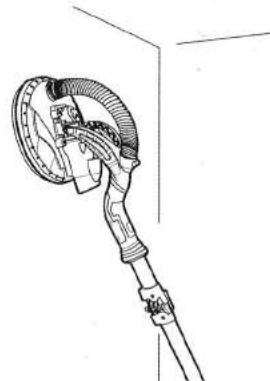

Рис. 15
- > Приложите немного давления к рабочей части прибора, чтобы наждачная бумага могла коснуться рабочей поверхности (Рис. 15, 16).